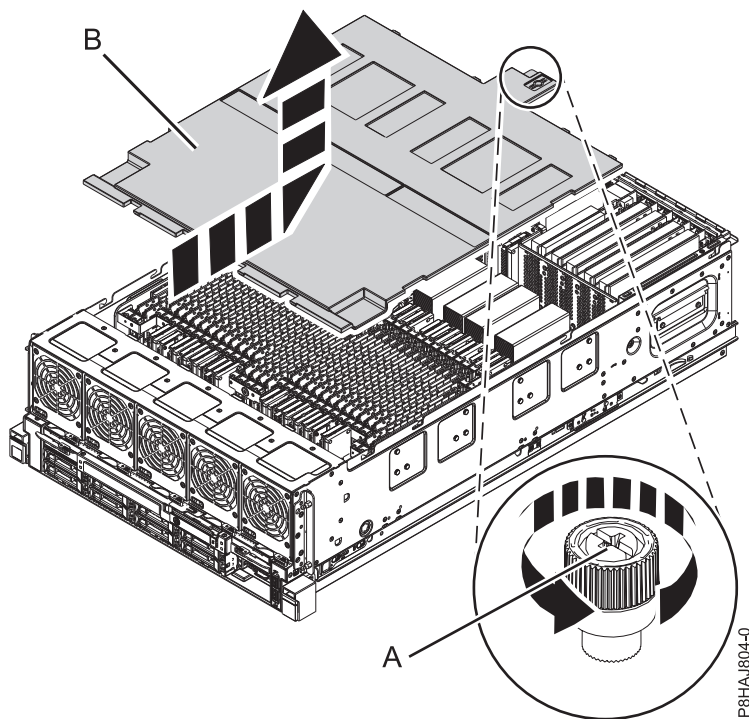

図 28. 安全カバーの取り外し
2. カバーの背面にあるつまみねじ (A) を、50 ページの図 28 に示されている方向に回転させて緩めます。
3. 安全カバー (B) をシステムの後方にスライドさせます。カバーの最前部が上部のフレーム棚を通り過ぎたら、カバーを持ち上げてシステムから外します。